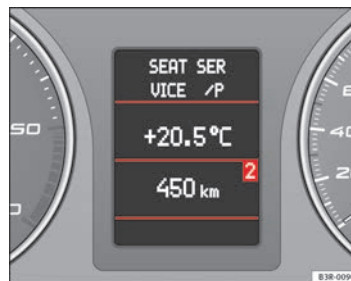

Fig. 65 Sistema de información para el conductor
- Pulsando repetidas veces la tecla (MODE) B se cambia entre los modos y éstos se visualizan en el sistema informativo para el conductor ⇒ fig. 65.